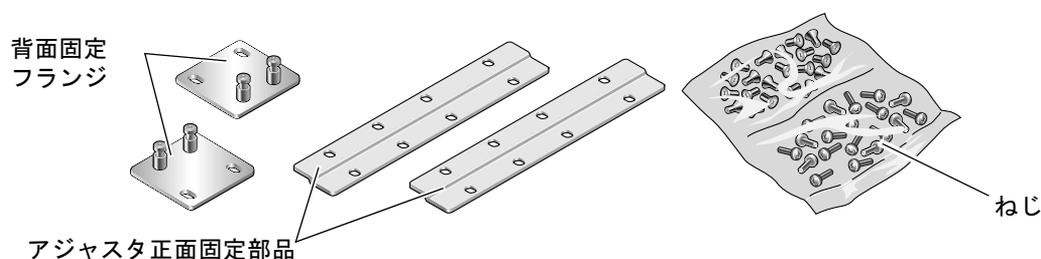

図 3-17 600 mm 4 ポストのハードマウントキットの内容
6. ラックキットから 600 mm アジャスタ正面固定部品を取り出します (図 3-17 を参照)。
10. ラックキットから背面固定フランジを取り出します (図 3-17 を参照)。